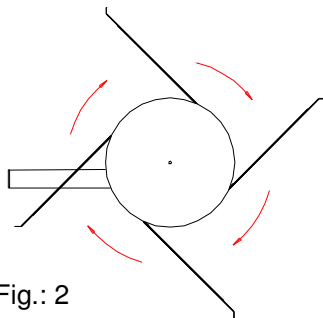

Fig.: 2
- 8.) Montare i bracci ammortizzatori sull'agitatore. L'agitatore ruota in senso orario (fig.: 2). Montare i bracci ammortizzatori più lunghi frontalmente l'uno all'altro. I bracci ammortizzatori (I) (fig. 4) devono correre 15-20 mm sulla coclea di prelievo. Non serrare a fondo le viti (H) (fig. 4) sui bracci ammortizzatori. Inserire i piedi (J) (fig. 4) sull'agitatore in modo tale che il braccio ammortizzatore più lungo scorra per circa 3-4 cm (K) (fig. 4) sul pavimento.